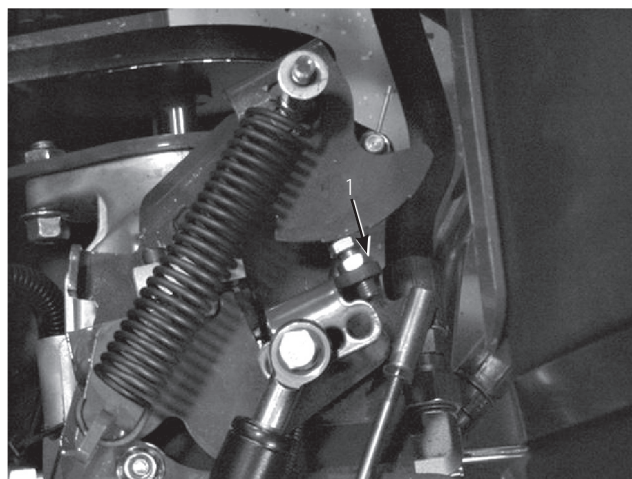

図 62
5. 調整する場合：ポンプのストップ・ボルト（図62）をストップ・プレートに近づけると穴あけ間隔が小さくなり、遠ざけると間隔が大きくなる。